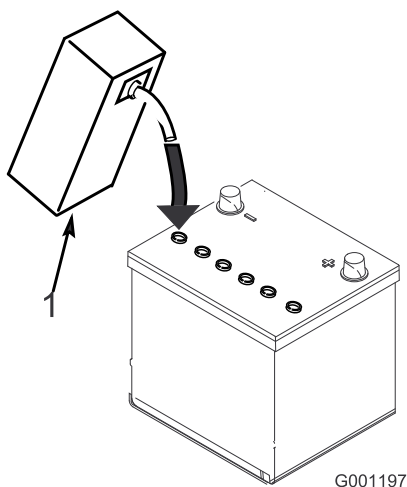

Figura 6
5. Encha cuidadosamente cada célula com electrólito até as placas estarem cobertas com cerca de 6 mm de fluido (Figura 6).